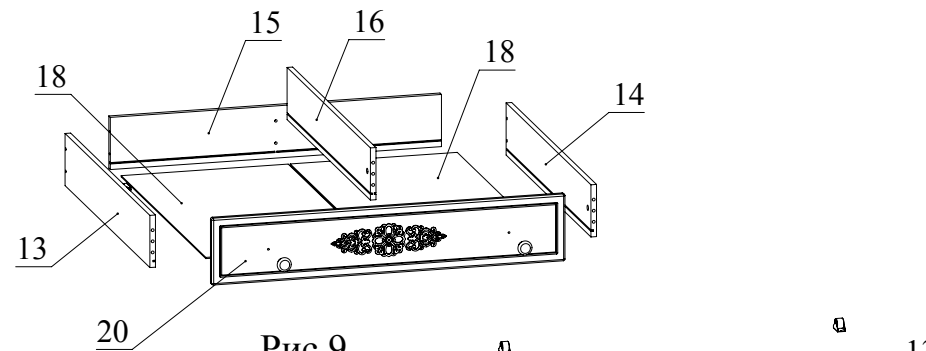

Рис.9
11. Соберите ящик. Соедините детали 13, 14, 16 с деталью 15 с помощью конфирматов. Затем вставьте детали 18 в пазы деталей 13, 14, 15, 16. Соедините деталь 20 с деталями 13, 14, 16 и затяните головки минификсов. С помощью шурупов 4х40 закрепите ручки на детали 20 (Рис. 9).